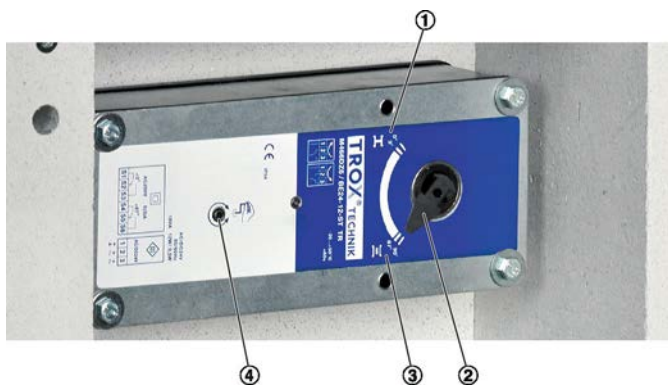

Abb. 22: AUF-ZU-Stellantrieb (Entrauchungsklappe geöffnet)
- 1. ▶ Handkurbel in die vorgesehene Aufnahme (Abb. 22/4) stecken (Handkurbel ist an der Anschlussleitung fixiert).
- 2. ▶ Handkurbel entgegen dem Uhrzeigersinn drehen bis Stellungsanzeiger (Abb. 22/2) "AUF-Stellung" anzeigt (Abb. 22/3).
- 1. ▶ Handkurbel in die Öffnung (Abb. 22/4) für den Federaufzug stecken (Handkurbel ist an der Anschlussleitung fixiert).
- 2. ▶ Handkurbel im Uhrzeigersinn drehen bis Stellungsanzeiger (Abb. 22/2) "ZU-Stellung" anzeigt (Abb. 22/1).